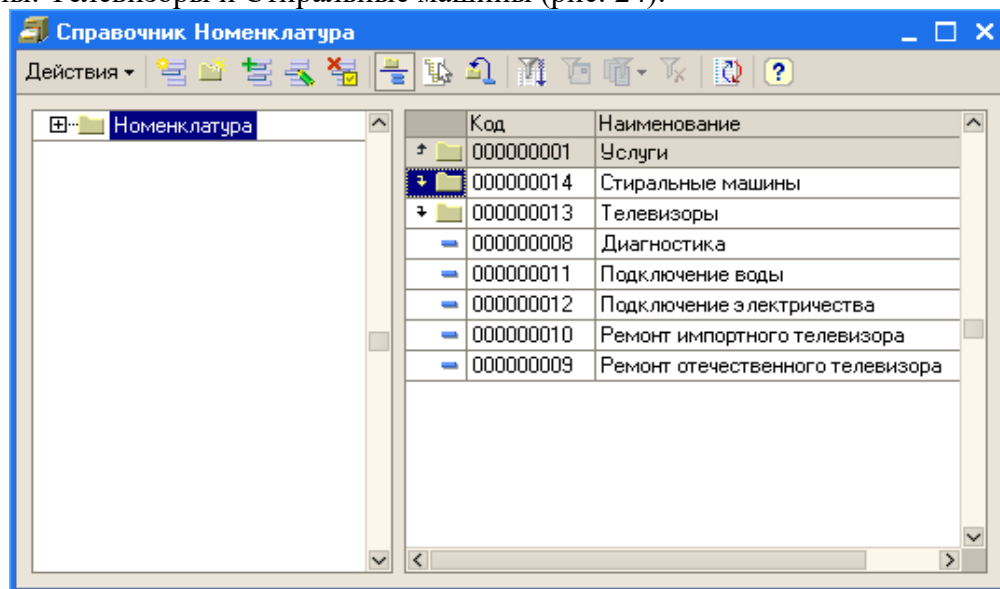

Рис. 24. Добавление групп «Телевизоры» и «Стиральные машины»
8. Теперь разнесите услуги по двум смысловым группам: услуги по ремонту телевизоров и услуги по установке стиральных машин. Для этого в группе Услуги создайте еще две группы: Телевизоры и Стиральные машины (рис. 24):